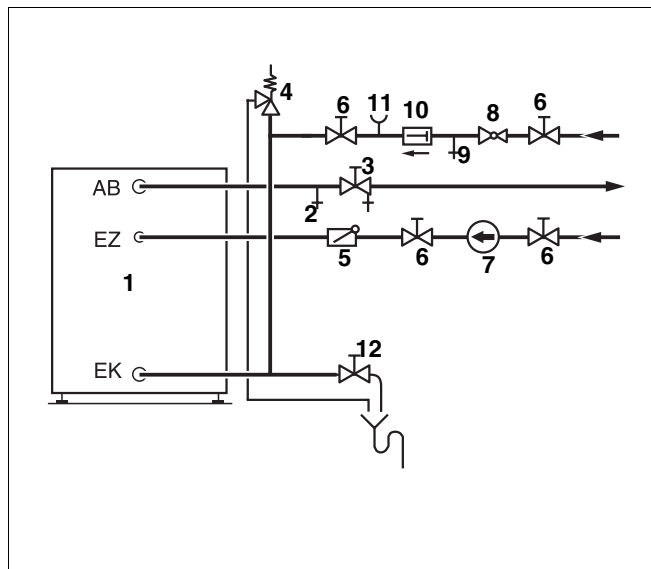

Рис. 3 Монтаж трубопроводов и арматуры
Монтаж трубопроводов и установку на них арматуры необходимо проводить в соответствии с рис. 3, учитывая существующие нормы и правила.
- Установить вентиль для продувки и спуска воздуха в трубопровод горячей воды перед запорным вентиляем (рис. 3).